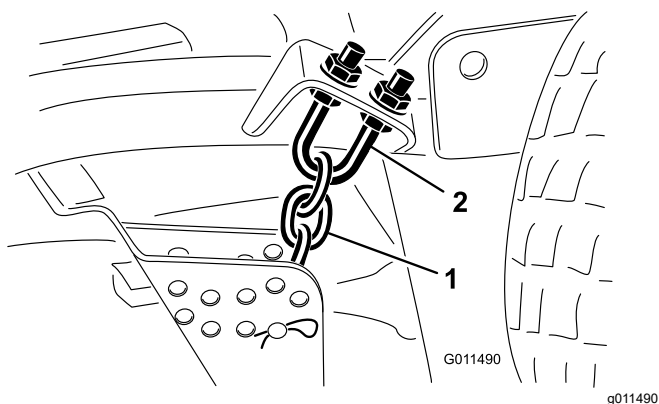

Figure 87
1. Desserrez les écrous de blocage en haut ou en bas de l'étrier fileté de la chaîne de hauteur de coupe (Figure 87).